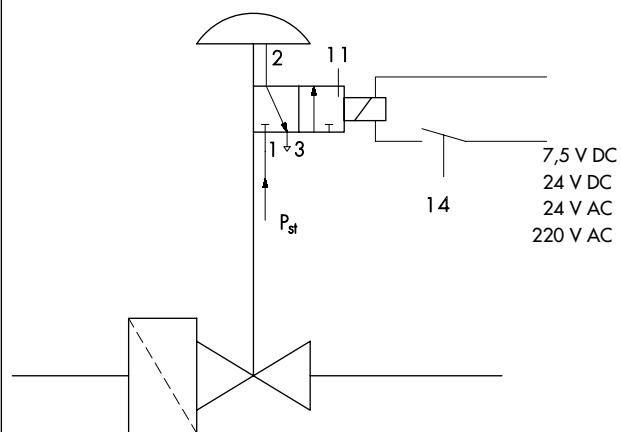

Рис. 4 · Принцип действия прибора без позиционера
Давление p_{st} подается на соленоидный клапан (11), катушка которого включена в схему блокировки (контакт 14, на рис. 4 и 5). В рабочем состоянии катушка соленоидного клапана находится под током, и давление проходит на рабочую мембрану. При отключении электроэнергии и аварии соленоидный клапан переключается и из камеры мембраны сбрасывается давление. В приборе стандартного исполнения регулирующий клапан мгновенно закрывается.